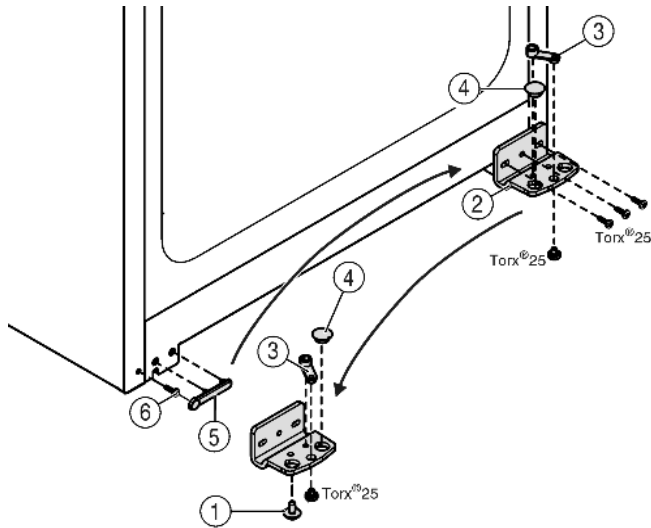

Fig. 6
- ▶ Lagerbock Fig. 6 (2) abschrauben.
- ▶ Lagerteil Fig. 6 (3) abschrauben und in das gegenüberliegende Aufnahmeloch des Lagerbocks umsetzen, wieder festschrauben.
- ▶ Stopfen Fig. 6 (4) aus dem Lagerbock herausnehmen und in das gegenüberliegende Aufnahmeloch des Lagerbocks umsetzen.
- ▶ Griffseitige Abdeckung Fig. 6 (5) vorsichtig abheben.
- ▶ Schraube Fig. 6 (6) herausdrehen und auf der Gegenseite wieder einsetzen.
- ▶ Abdeckung Fig. 6 (5) wieder aufsetzen.
- ▶ Lagerbock Fig. 6 (2) auf der neuen Scharnierseite **fest (mit 4 Nm)** ggf. mit Hilfe eines Akkuschraubers wieder festschrauben.